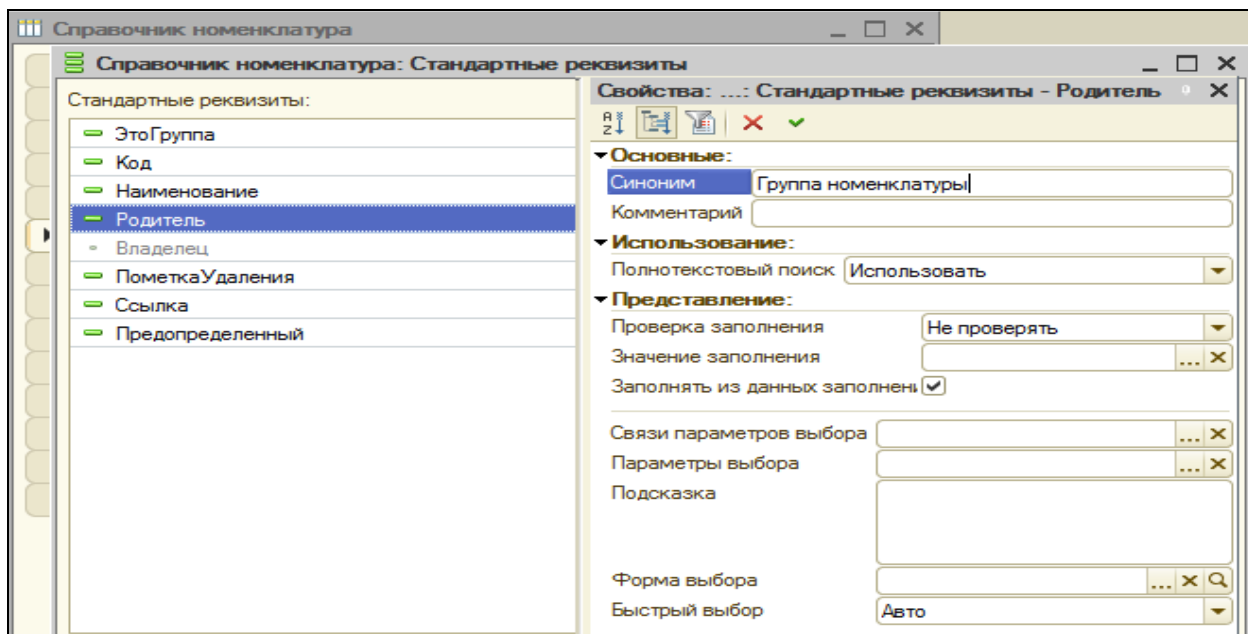

Рисунок 6.13 Установка синонима стандартного реквизита
6. Дважды щелкнуть по реквизиту **Родитель**. В поле **Синоним** ввести **Группа номенклатуры** (рис. 6.13).